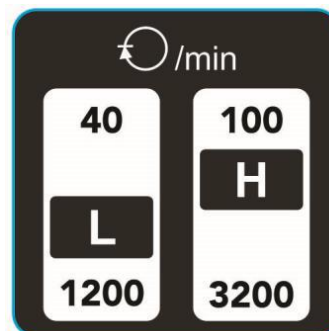

Рис. 13
Частота вращения станка регулируется ручкой плавного переключения (D), а также положением ремня на шкивах (Рис. 13).